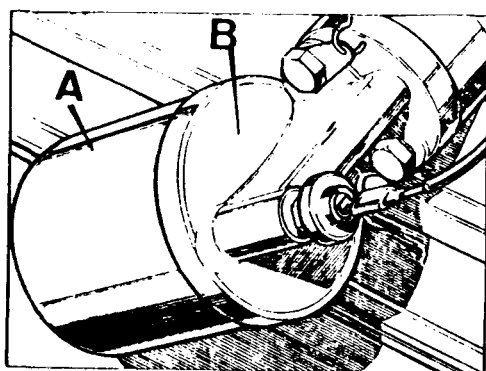

Fig. A1-36 Desmontaje del filtro integral
- 3.2. Desenroscar el conjunto filtrante, A (Fig. A1-36) con su junta de cierre y desecharlo.
- 4.1. Tomar un nuevo filtro, aplicar una capa de aceite limpio de motor a la - - junta obturadora y roscarlo sobre el soporte, B (Fig. A1-36), apretándolo con la presión que se le quiera dar con las manos.